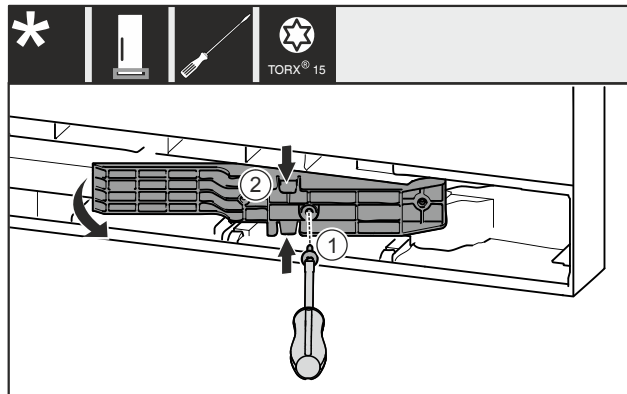

Fig. 12 *
- ▶ Izņemiet skrūvi Fig. 12 (1)*
- ▶ Viegli saspiediet adapteri Fig. 12 (2) augšā un apakšā un izvelciet ārā.*